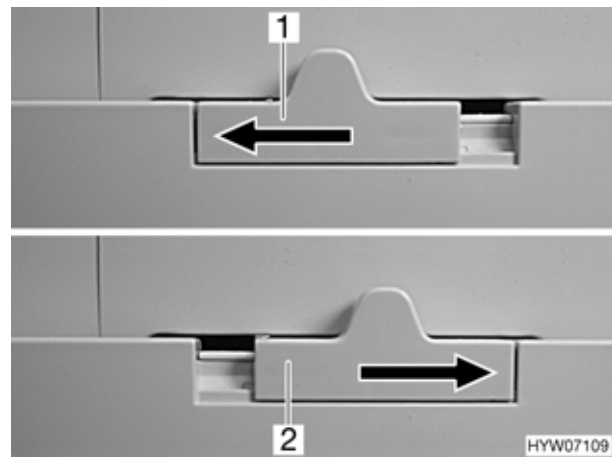

Fig. 90 Bloccaggio della porta del frigorifero
- Spostare il dispositivo di bloccaggio (Fig. 90,1) verso sinistra.
- Spostare il dispositivo di bloccaggio (Fig. 90,2) completamente verso destra.